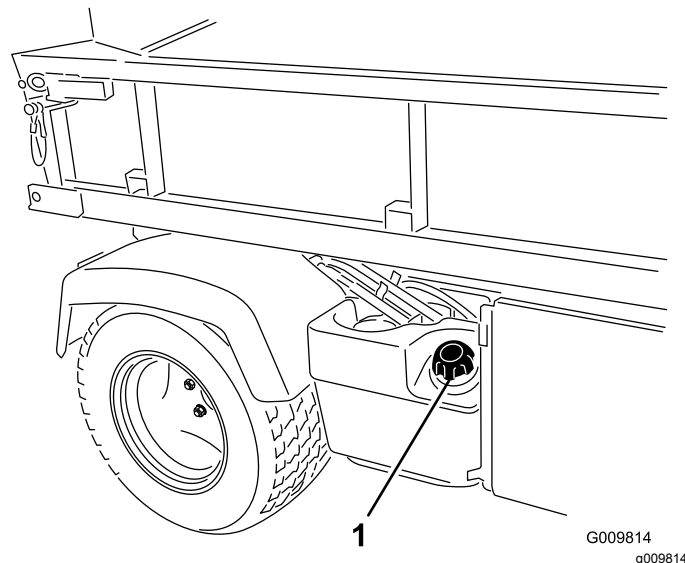

Figura 20
2. Retire a tampa do depósito de combustível (Figura 20).